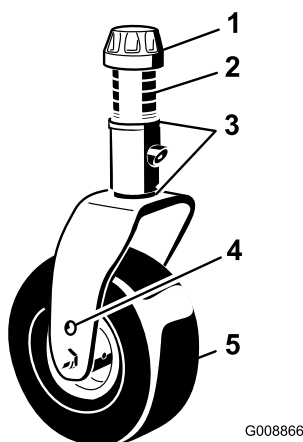

Figura 73
1. Retire a tampa de tensionamento do eixo roscado e desloque o fuso para fora do braço da roda giratória (Figura 73).